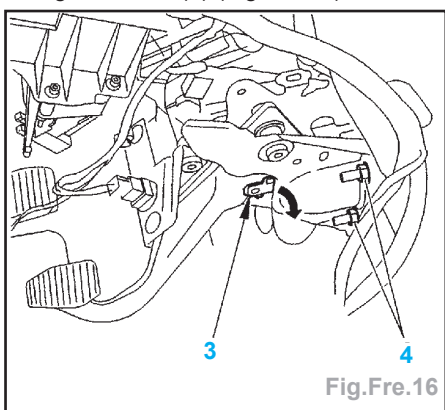

Fig.Fre.16
- Dégrafer l'axe (3) (Fig.Fre.16).